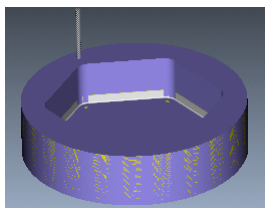

图 3.3.32 NC 仿真结果
Step1. 在 **▼ PLAY PATH (播放路径)** 菜单中选择 **NC Check (NC 检查)** 命令。系统弹出“VERICUT 7.1.5 by CGTech”窗口。单击  按钮, 观察刀具切割工件的运行情况, 运行结果如图 3.3.32